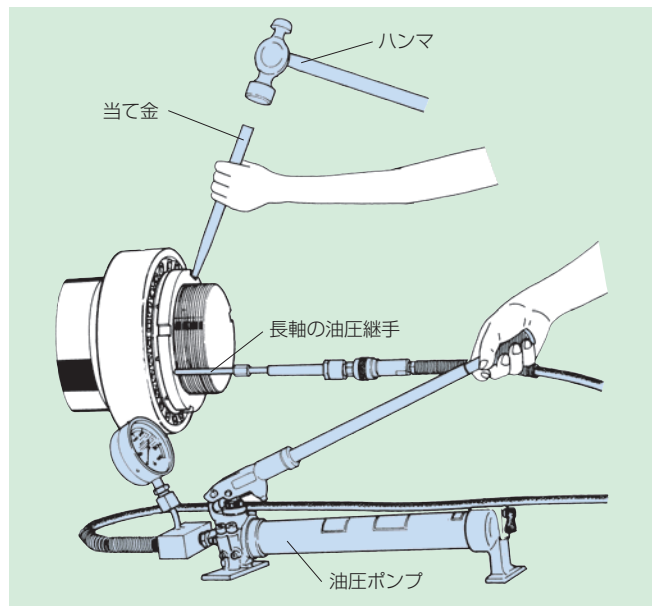

図20
(5) 油圧ポンプからの加圧により、取外し用ナットを回しながら、油圧式取外しスリーブを抜き出します（図20参照）。